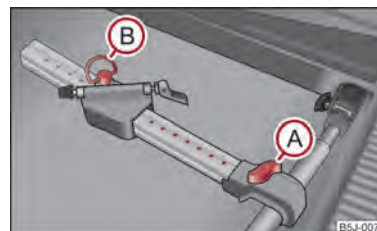

Fig. 57 Montarea suportului pentru bicicletă
- Așezați suportul pentru bicicletă autorizat pe suportul transversal, ridicați și șurubul (A) ⇒ fig. 57 și împingeți suportul longitudinal (aluminiu) înspre suportul transversal până se fixează fixajul și rotiți șurubul (A) în piuliță.
- Eliberați șurubul (B) și scoateți-l din partea mobilă a suportului; aduceți partea mobilă într-o poziție posibilă, în funcție de mărimea bicicletei, astfel încât să nu se afle în contact cu hayonul. Vă recomandăm, să amplasați partea mobilă a suportului astfel încât între șurubul (A) și partea mobilă, să fie vizibile 7 orificii.
- Introduceți șurubul (B) în poziția dorită și strângeți-l.
- Eliberați șurubul (A) ⇒ fig. 57 și împingeți suportul împreună cu bicicleta fixată, spre stânga (în direcția de deplasare), astfel încât între ghidon și fereastra laterală a portbagajului să nu existe contact.